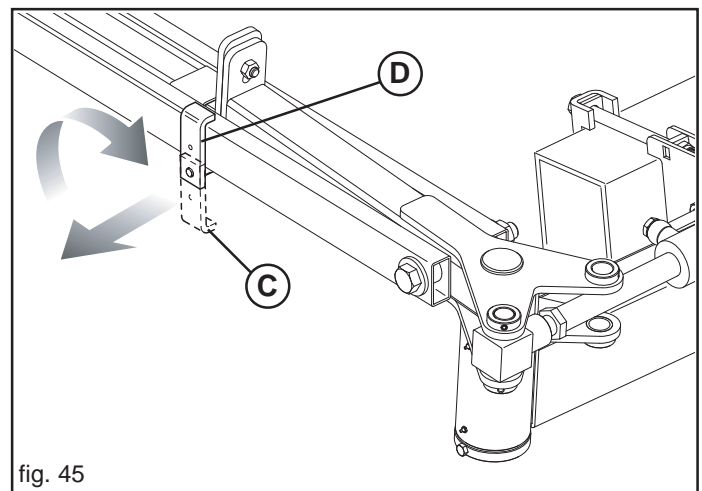

fig. 45
Den Feststeller bei der Arbeit in Position (C, Abb. 45) belassen, damit der Spurreißerarm der Bodenoberfläche folgen kann. Vor dem Schließen des Geräts in Transportstellung den Spurreißerarm sperren, indem der Feststeller in Position (D) gedreht wird.